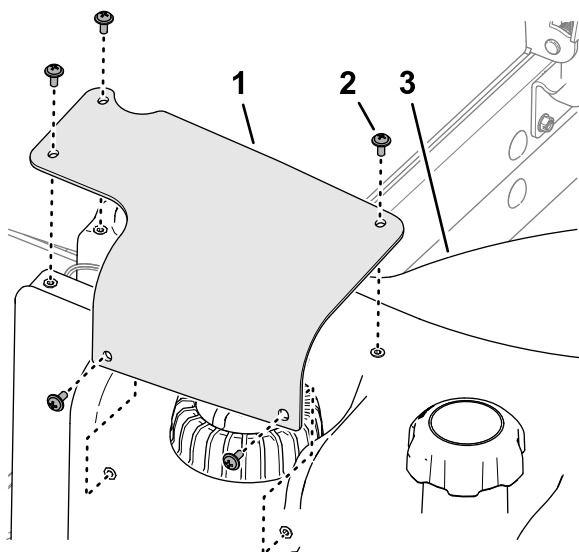

Figura 122
2. Îndepărtați cele 5 uruburi cu cap Phillips care fixează capacul transmițătorului pentru combustibil pe rezervorul de combustibil i scoateți capacul (Figura 122).